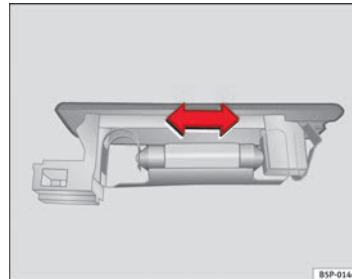

Abb. 168 Gepäckraumbeleuchtung
- Drücken Sie die Lampe zur Seite und nehmen Sie sie aus ihrer Halterung heraus ⇒ Abb. 168.